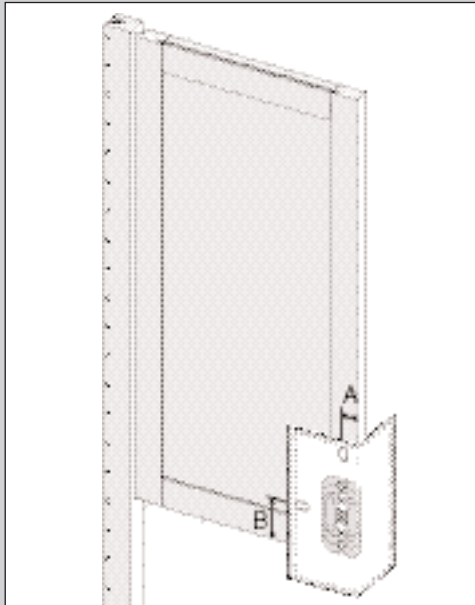

ABBILDUNG 31
2. Bestimmen Sie den gewünschten Abstand A zwischen der Griff-/Knopfmitte und der Türseite (siehe Abb. 31).